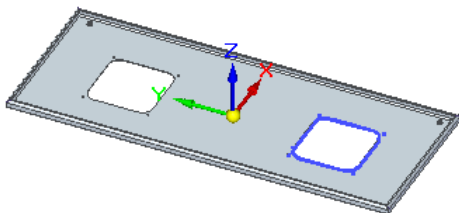

图 8.13.248 镜像特征 3
Step19. 创建图 8.13.248 所示的镜像特征 3。
(1) 选取要镜像的特征。选取法向除料特征 1 和孔特征 1 为镜像源。
(2) 选择命令。单击“主页”功能选项卡“阵列”工具栏中的  镜像按钮。
(3) 定义镜像平面。选取右视图 (XZ) 平面为镜像平面。